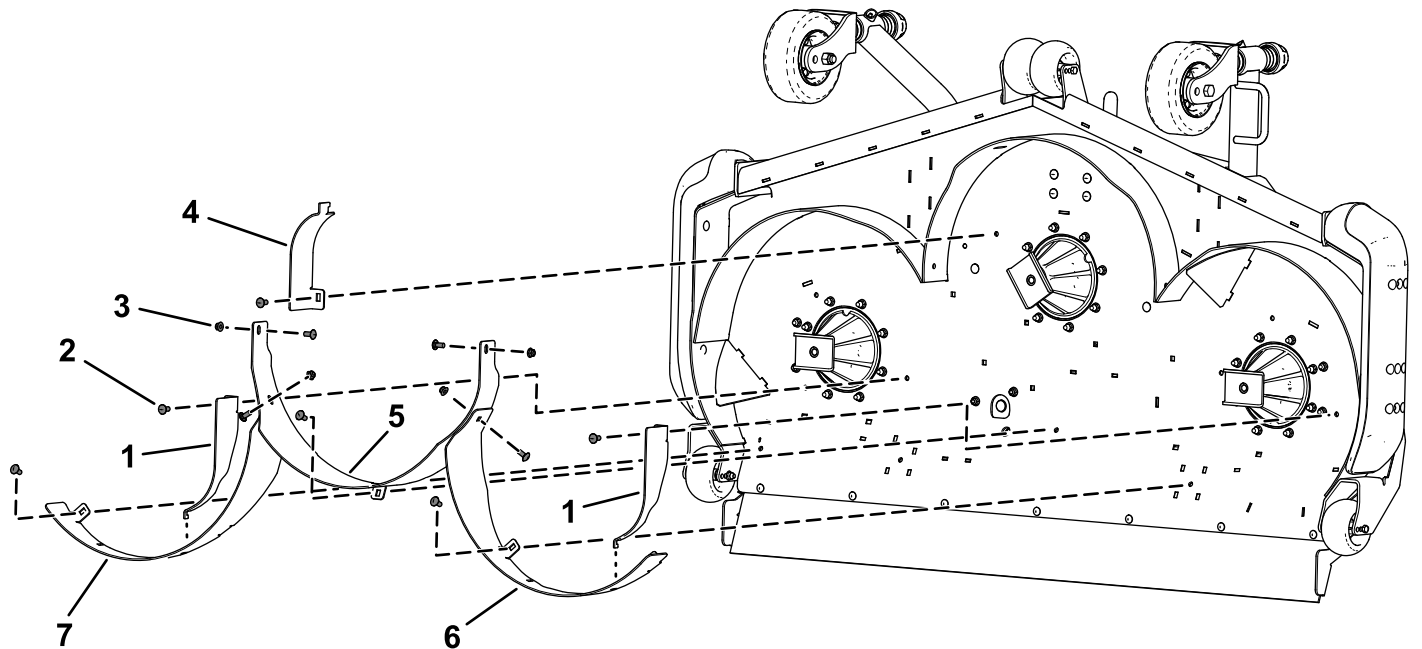

Figura 7
1. Instale sem apertar o abafador direito traseiro na plataforma do cortador utilizando dois parafusos de carroçaria ($\frac{3}{8}$ pol. x $\frac{7}{8}$ pol.) e duas porcas de bloqueio ($\frac{3}{8}$ pol.) como se mostra na Figura 7.
2. Instale sem apertar o abafador esquerdo traseiro na plataforma do cortador utilizando dois parafusos de carroçaria ($\frac{3}{8}$ pol. x $\frac{7}{8}$ pol.) e duas porcas de bloqueio ($\frac{3}{8}$ pol.) como se mostra na Figura 7.
3. Instale sem apertar o abafador central traseiro na plataforma do cortador utilizando três parafusos de carroçaria ($\frac{3}{8}$ pol. x $\frac{7}{8}$ pol.) e três porcas de bloqueio ($\frac{3}{8}$ pol.) como se mostra na Figura 7.
4. Instale sem apertar o abafador central traseiro no abafador direito traseiro e o abafador esquerdo traseiro utilizando dois parafusos de carroçaria ($\frac{3}{8}$ pol. x $\frac{7}{8}$ pol.) e duas porcas de bloqueio ($\frac{3}{8}$ pol.) como se mostra na Figura 7.
5. Instale sem apertar os dois abafadores esquerdos traseiros e abafador central traseiro utilizando três parafusos de carroçaria ($\frac{3}{8}$ pol. x $\frac{7}{8}$ pol.) e três porcas de bloqueio ($\frac{3}{8}$ pol.) como se mostra na Figura 7.